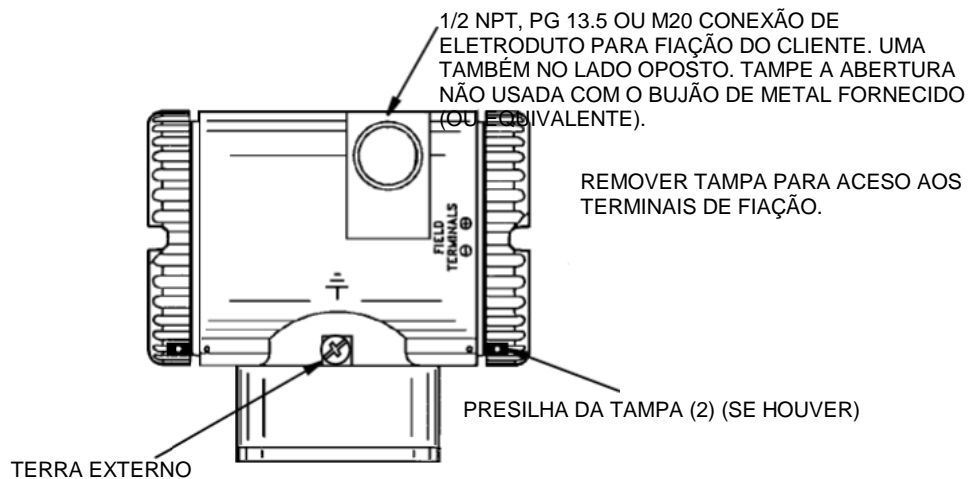

Figura 30. Acesso aos Terminais de Campo
As travas da tampa do compartimento da eletrônica, mostradas na Figura 30, são fornecidas conforme o padrão de determinadas agências certificadoras e como parte da opção "Custody Transfer Lock and Seal" (Selo e Trava para Transferência de Custódia). Para travar as tampas, desparafuse o pino de travamento até aproximadamente 6 mm (0,25 pol.), alinhando o furo do pino com o furo no compartimento. Insira o fio de selo através dos dois furos, deslize o selo sobre as extremidades do fio e o lacre.
Para acessar os terminais de campo, rosqueie a presilha da tampa (se houver) no compartimento para liberar a tampa roscada e a remova do compartimento dos terminais de campo, conforme mostrado na Figura 30. Observe que as letras gravadas em relevo **FIELD TERMINALS** identificam o compartimento apropriado.
2. Passe os cabos de sinal (0.50 mm² ou 20 AWG, típico) por uma das conexões de eletroduto do transmissor conforme mostrado na Figura 30. Use o par trançado para proteger a saída de 4 a 20 mA e/ou as comunicações remotas contra interferências ou ruídos elétricos. O comprimento máximo recomendado para fios de sinal é de 1.800 m (6000 ft)
2. Passe os fios da tensão de alimentação e de saída (0,50 mm² ou 20 AWG, típico) por uma das conexões de eletroduto do transmissor conforme mostrado na Figura 30. Se for utilizada uma conexão de quatro fios, use o fio único de par trançado no lado da saída para proteger a saída de 1 a 5 V dc contra ruídos elétricos.